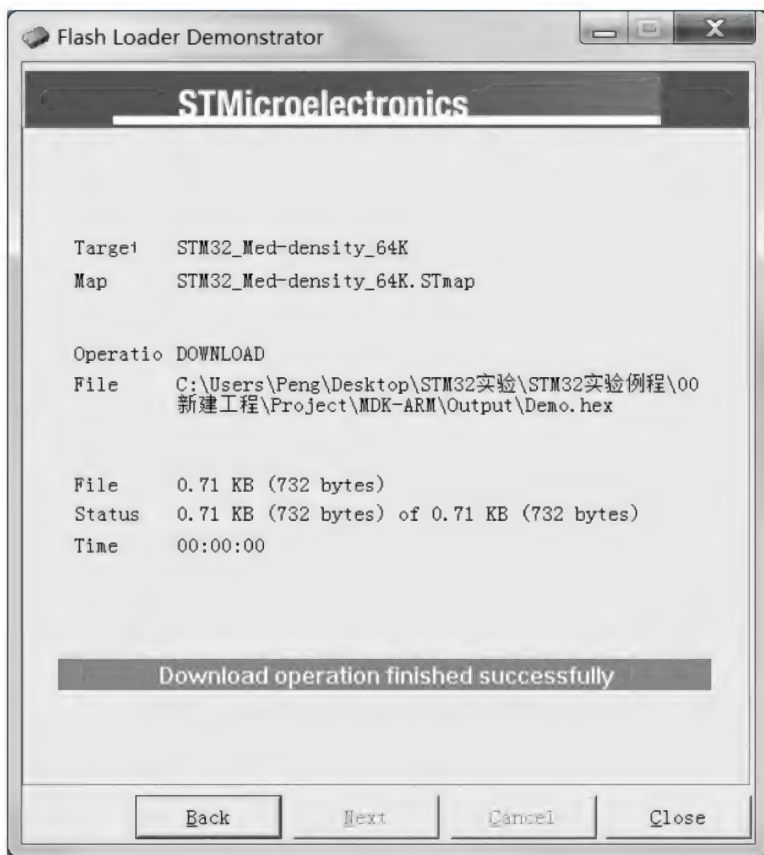

图 5.33 烧录成功
(7) 如图 5.33 所示,程序开始烧录,界面上显示了烧录信息和进度。直到进度条变成绿色,并且显示下载成功,则程序烧录完成。